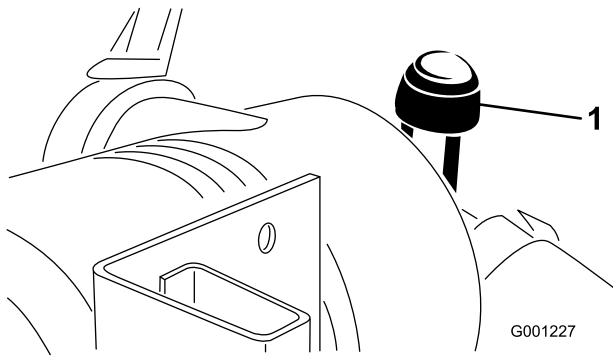

Bild 45
- Warten Sie den Luftfilter, wenn die Luftfilteranzeige rot anzeigt (Bild 45) oder nach jeweils 400 Betriebsstufen (häufiger in sehr staubigen oder schmutzigen Bedingungen). Warten Sie den Luftfilter nicht zu häufig.
9. Stellen Sie die Anzeige (Bild 45) zurück, wenn sie auf Rot steht.